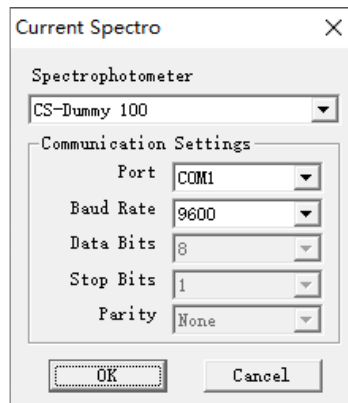

图 6-1 连接分光光度计对话框
- 选择 Color Management→Spectro Measuring，弹出如图 6-1 Current Spectro 窗口
- 在 Current Spectro 对话框中选择您的分光光度计型号，见图 6-1：